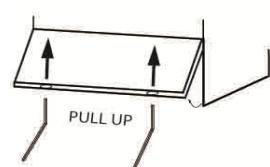

Abb. 8
- 1- Entnehmen Sie die Frontplatte mithilfe eines Innensechkantschlüssels oder Ähnlichem, indem Sie es in die entsprechenden Öffnungen einführen und die Platte nach außen ziehen. Bei Durchschub-Modellen, schrauben Sie die Schrauben an der Unterseite der Platte ab. (Abb. 8)
Die Einstellung der Dosiereinrichtung erfolgt mithilfe der Schraube, die nach Demontage der Frontplatte unter der Beckentür zugänglich ist. (siehe Abb. 8)
Die Einstellung der Dosiereinrichtung erfolgt mithilfe der Schraube, die nach Demontage der Frontplatte unter der Beckentür zugänglich ist (siehe Abb. 8)